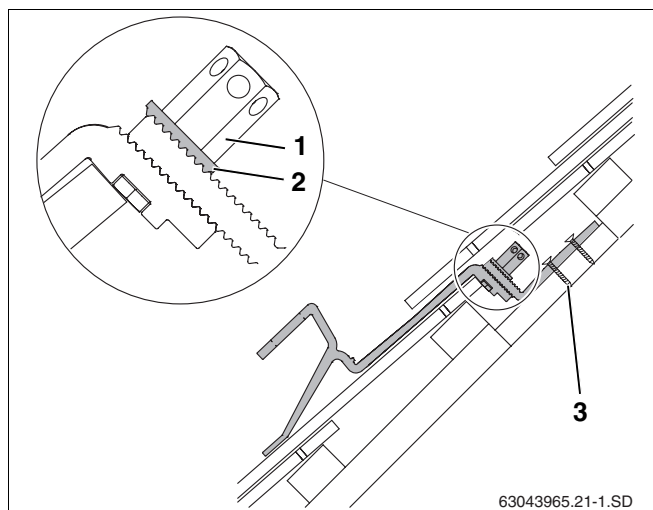

Fig. 19 Gancio da tetto montato – Vista in sezione con parte inferiore del gancio da tetto ridotta
La rondella dentata (fig. 19, **pos. 2**) deve incastrarsi nella dentatura della parte inferiore del gancio da tetto.
- Serrare il dado esagonale lungo (fig. 19, **pos. 1**). A tal fine, infilare la chiave SW5 nel foro del dado esagonale e ruotare.
- Fissare la parte inferiore del gancio da tetto al travetto o alla asse/tavola almeno nel primo (fig. 19, **pos. 3**) e nel secondo foro, servendosi di viti adeguate.